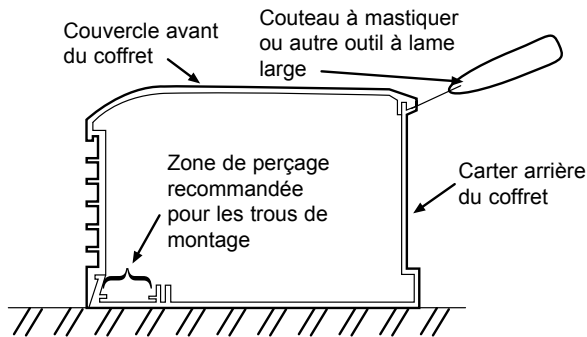

Fig. 1
16. Pour éviter d'endommager le radiateur, n'utilisez pas de tournevis pour séparer le couvercle avant du carter arrière. N'utilisez qu'un couteau à mastiquer comme montré sur la Figure 1.
2. Enlevez le couvercle frontal en couchant le radiateur sur le dos et en insérant un couteau à mastiquer (ou un autre outil à lame large, d'au moins 1" ou 25 mm, à environ 6" ou 152 mm de l'extrémité du radiateur, et en écartant vers le haut comme montré en Figure 1. Cela va déclencher l'ouverture du verrouillage. Recommencez si nécessaire en vous déplaçant le long du radiateur, jusqu'au désengagement complet du couvercle hors du carter arrière du radiateur.
- Percez les trous de montage de la taille voulue dans le carter du radiateur (Voyez la Figure 1 pour l'emplacement recommandé des trous de montage).
- Percez les trous de montage de la dimension requise dans tous les carters de radiateurs (Voyez la Figure 1 pour l'emplacement recommandé des trous de montage).